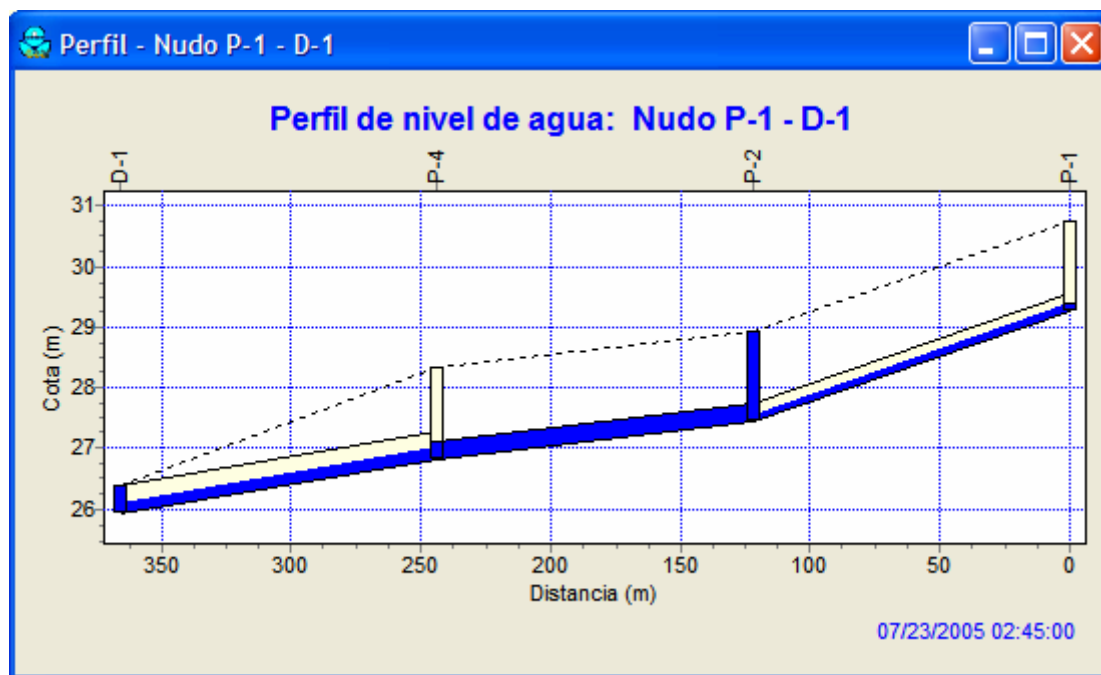

Figura 2.17. Ejemplo de un Gráfico de Perfil Longitudinal.
5. Pulsar el botón **Aceptar** para crear el gráfico que muestra el perfil del nivel de agua a lo largo del camino de acuerdo a los resultados de la simulación realizada. Los resultados que se presentan son los que corresponden al instante de tiempo seleccionado en el Visor del Mapa (ver Figura 2.17).